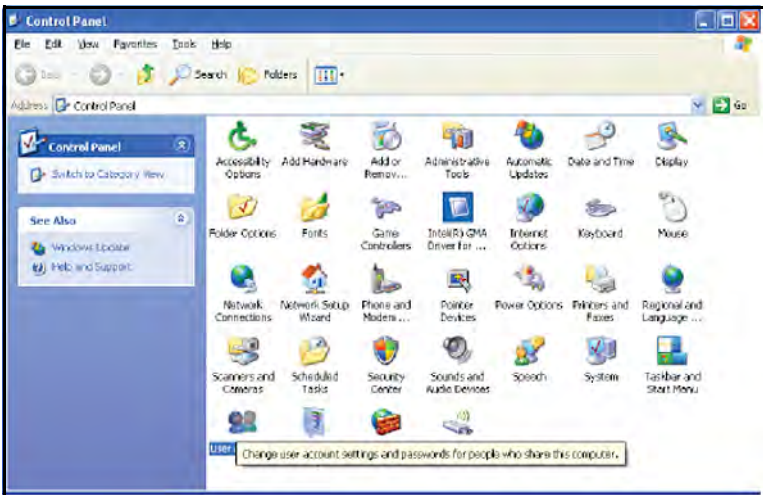

Figura 108: Panel de control de Windows
1. Desde el Menú de inicio de Windows en su PC, haga clic en Ajustes >Panel de control. Cuando se abra la ventana *Panel de control* (ver *Figura 108* a continuación), haga clic en Cuentas de usuario.